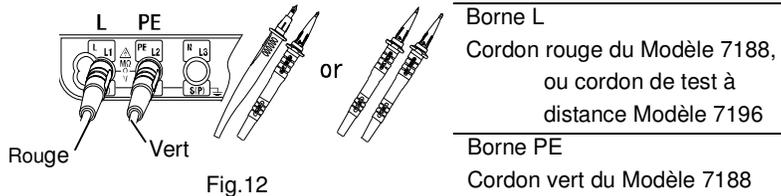

Fig.12
- 2 Insérez les cordons respectivement dans la borne L et PE du KEW6016 (Fig.12).